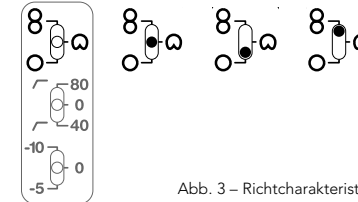

Abb. 3 – Richtcharakteristik
1. Am NT2-A lassen sich verschiedene Richtcharakteristiken einstellen. Verwenden Sie hierfür den oberen der drei Schalter am Mikrofonkorpus (Abb. 3).